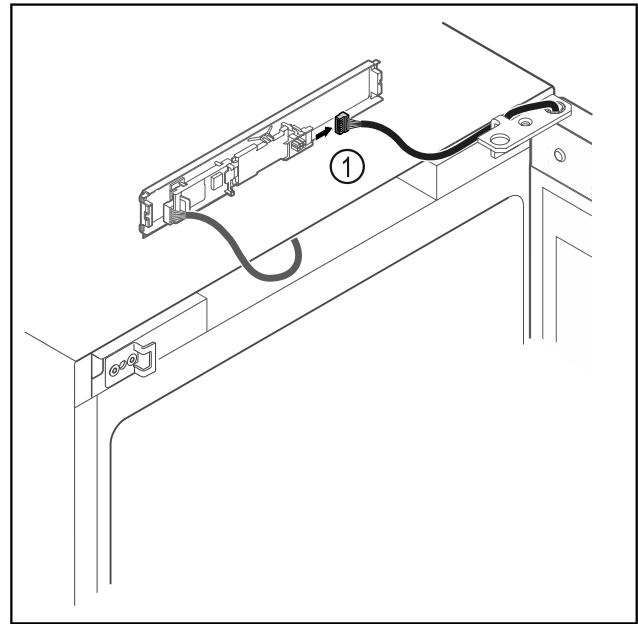

Fig. 8
- Vtič Fig. 8 (1) odstranite s tiskanega vezja.